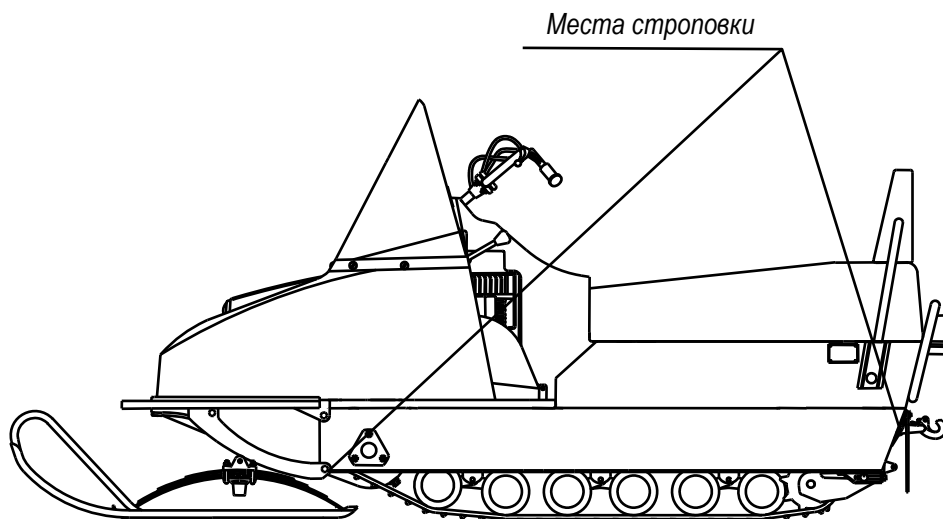

Рис. 23 – Схема строповки снегоходов БУРАН А, АЕ, АТЕ, Л, ЛЕ, 4Т
- снегоходы БУРАН А, АЕ, АТЕ, Л, ЛЕ – за нижние передние уголки рамы и заднюю окантовку рамы (рис. 23);